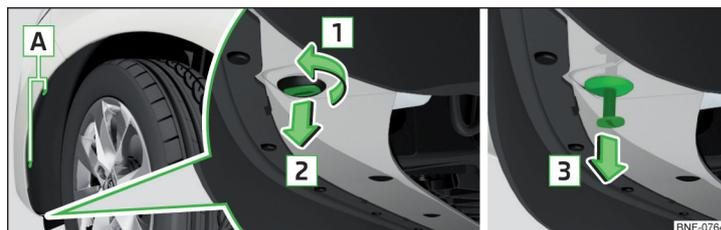

Abb. 176 Radhausverkleidung abnehmen
- Mit dem Schraubendreher des Bordwerkzeugs die Schrauben **A** » Abb. 176 aus der Radhausverkleidung herausschrauben.
- › Den mit dem Schlitz versehenen Teil der Spreizniete entgegen der Pfeilrichtung **2** einstecken und eine Viertelumdrehung entgegen der Pfeilrichtung **1** » Abb. 176 drehen.